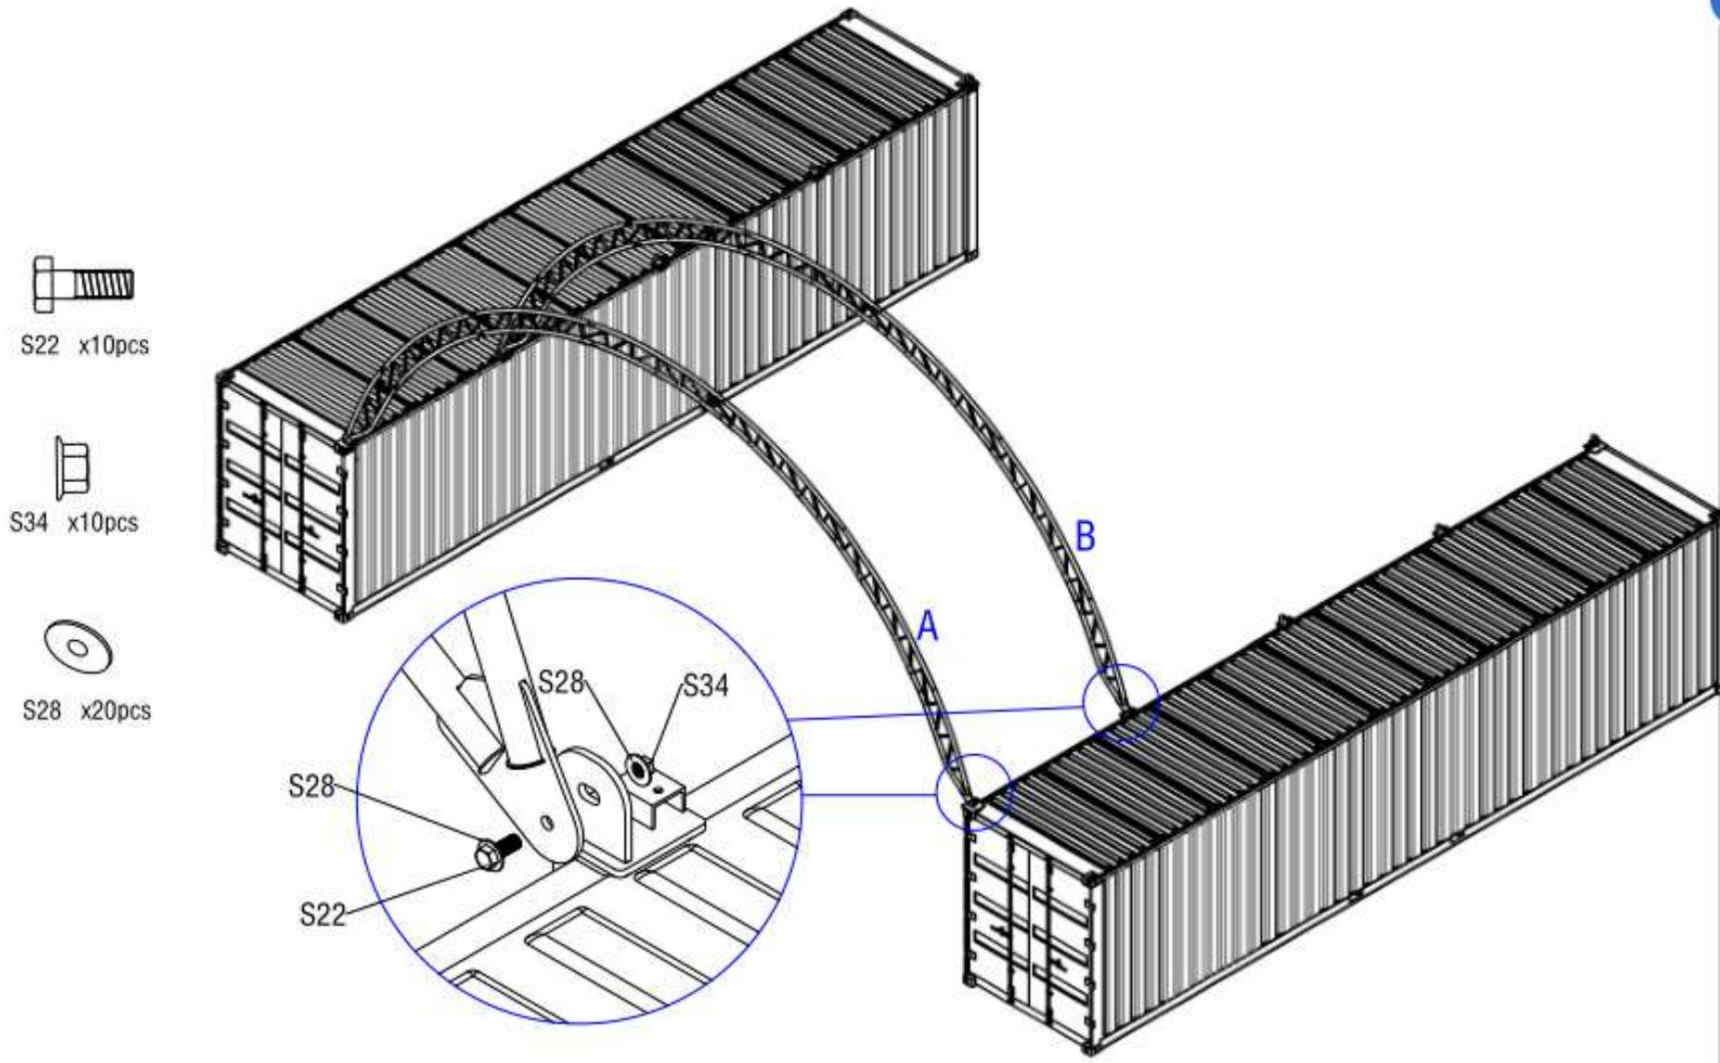

Figure 5
2.3 Soulevez l'arche assemblée sur une plaque de base et fixez-la à celle-ci à l'aide du boulon M20x60mm (référence S22). Enfoncez ensuite l'autre extrémité de l'arche sur la plaque de base opposée de la même manière que sur la figure 5.